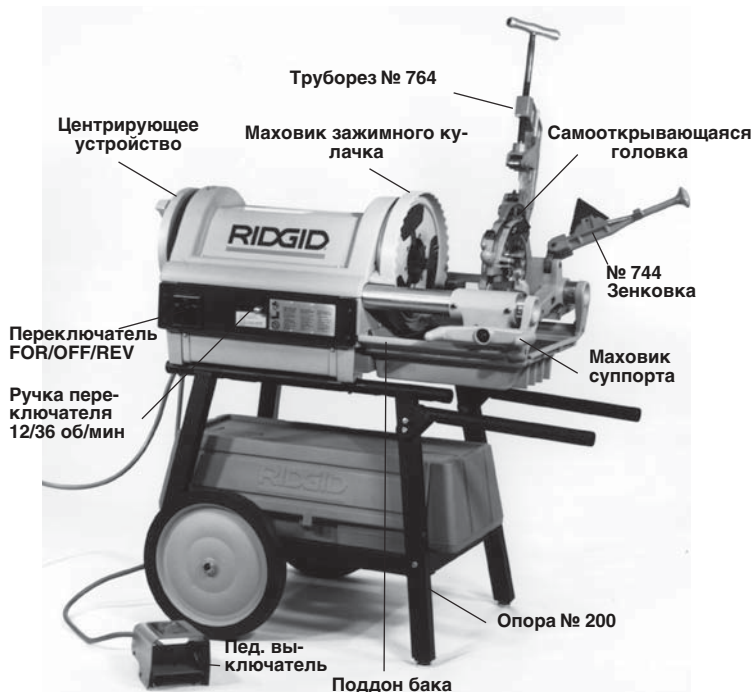

Рисунок 5 – Резьбонарезной станок №1224
1. Убедитесь, что станок отключен от сети, а выключатель находится в положении OFF (рисунок 5).
4. Убедитесь, что педальный выключатель на месте и подключен к станку (рисунок 5).
2. Установите ручку переключателя в положение 36 об/мин (рисунок 5)